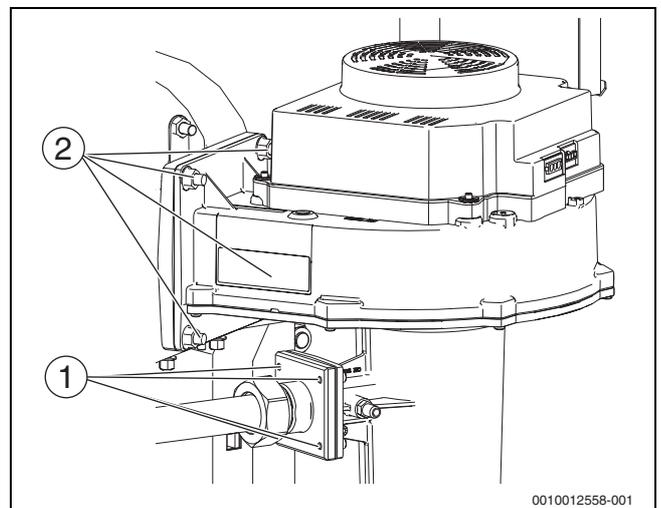

Bild 67 Gebläse ausbauen (Kesselgröße 200-300 kW)
- ▶ Gemischflansch durch Entfernen der 4 Muttern am Venturi abschrauben (→ Bild 67, [1]).
- ▶ 4 Sechskant-Muttern am Gemischkrümmer entfernen (→Bild 67).
- ▶ Gebläse durch Entfernen der 4 Muttern am Gemischkrümmer abschrauben (→ Bild 67, [2]).